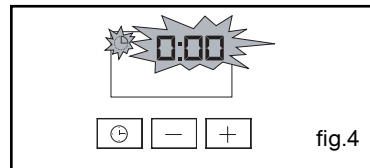

fig.4
- l'indicateur de durée de cuisson et 0:00 clignotent (fig.4),